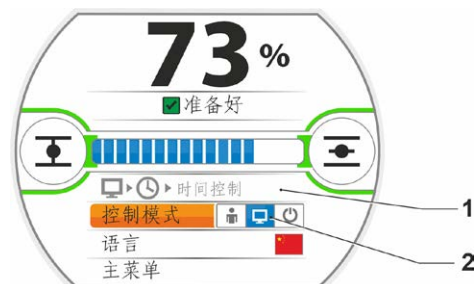

图2：激活时间控制
6. 将“控制模式”切换至远程控制（如图2中2所示）。显示屏上将出现时间控制（1）。